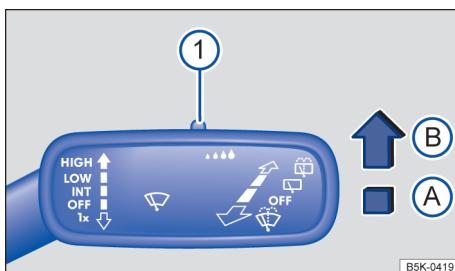

Fig. 78 À direita da coluna de direção: alavanca dos limpadores dos vidros.
Pressionar a alavanca para a posição desejada → Fig. 78:
A sensibilidade do sensor de chuva pode ser ajustada manualmente com o interruptor na alavanca dos limpadores dos vidros → Fig. 78 ① → ▲.